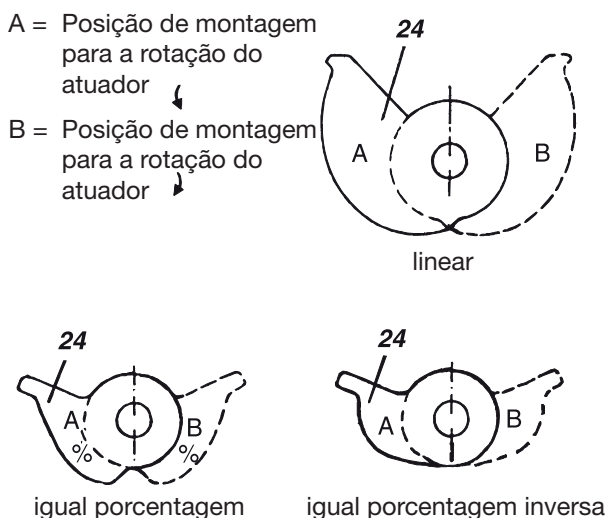
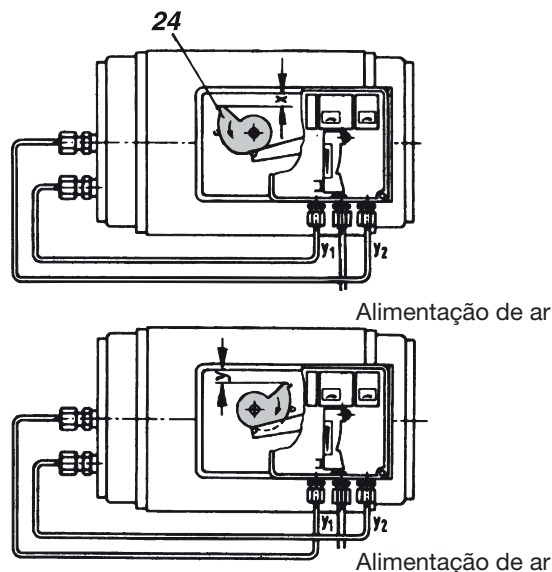

Fig. 14: Posição de montagem dos comes **24**
Fig. 15: Atuador giratório com kit de conexão para movimento giratório e posicionador de atuação dupla
- d) Monte o came **24** de acordo com a direção de rotação do atuador (consulte a Fig. 14). O came linear é preso no eixo de acionamento do atuador de forma que a dimensão x ou y (Fig. 15) some 2 mm, embora no came de igual percentagem a dimensão x seja de aproximadamente 17,5 mm, e a dimensão y seja de aproximadamente 21,5 mm. No came de igual percentagem inversa, a dimensão x é de aproximadamente 18 mm, e a dimensão y é de aproximadamente 23 mm. Ao empregar comes de igual percentagem e igual percentagem inversa, é necessário instalar a mola reguladora FES 627/1 no posicionador.
troque as saídas do posicionador e vire o came (Consulte a Fig. 15). A placa de comutação (página 31, item 13) permanece no ajuste "U".